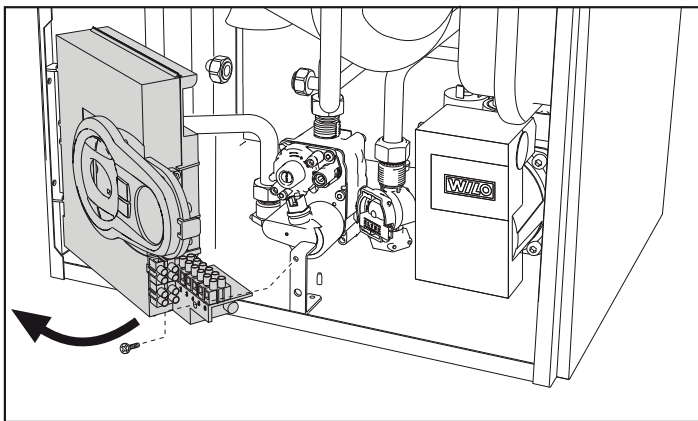

fig. 22
2. Dévisser la vis et tourner le tableau de commandes (voir fig. 22).